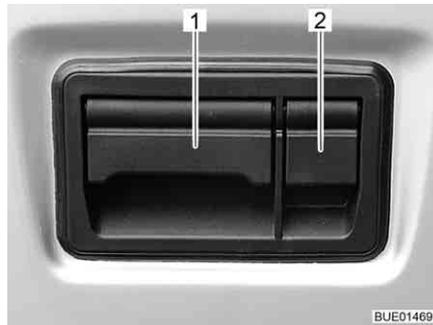

Bild 35 Klappenschloss Heckklappe, außen
- Schutzklappe (Bild 35,2) öffnen.
- Klappe (Bild 35,1) nach oben ziehen und Heckklappe öffnen.